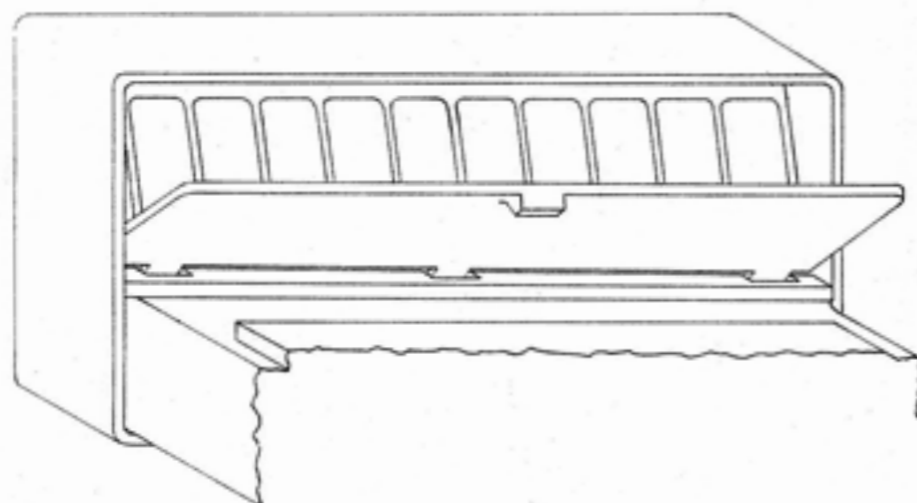

Abb. 17
Gleich haben wir es geschafft. Wir drehen den PIKO dat um und bringen ihn wieder in seine eigentliche Arbeitsstellung. Mit dem Einsetzen der Klappe (3) schließen wir die Montage ab. Stecken Sie dazu die Stege in die Aussparungen der Blende, drücken Sie dann die Klappe zur Blende, das geht ganz leicht, wenn Sie die Gehäusedecke etwas anheben (Abb. 17).